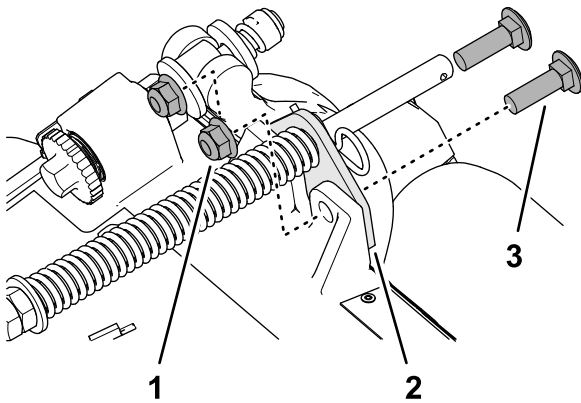

Рисунок 7
2. Удалите 2 фланцевые контргайки ($\frac{3}{8}$ дюйма) и 2 каретных болта ($\frac{3}{8}$ x $1\frac{1}{4}$ дюйма), которые крепят кронштейн компенсатора состояния грунта к раме режущего блока (Рисунок 7).